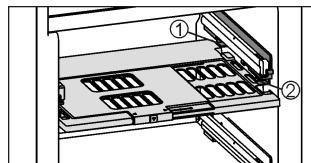

Fig. 28
- Vochtreguleringsplaat terugplaatsen: dekselranden van de plaat van onder in de achterste houder Fig. 28 (1) plaatsen en aan de voorkant in de houder Fig. 28 (2) vastklikken.